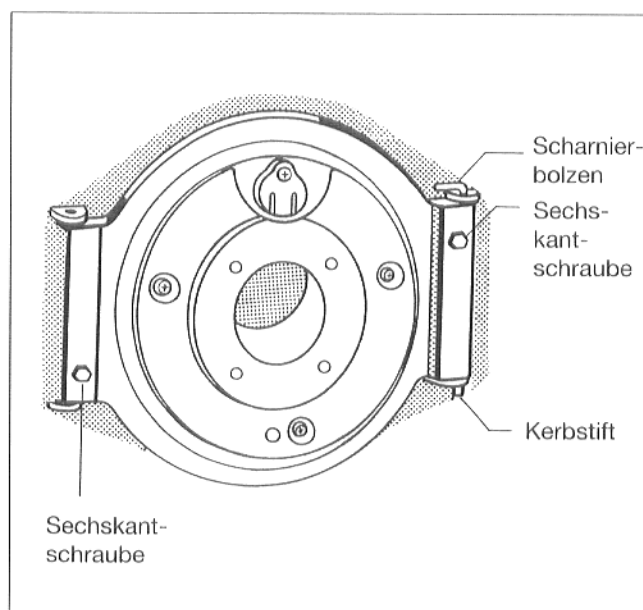

Abb. 27
- Tür öffnen und Scharnierbolzen herausziehen (Abb. 27).
- Kerbstift unten in der Brennertür von rechts nach links wechseln (Abb. 27).
- Brennertür schließen und mit Sechskantschrauben verschrauben – Anzugsmoment 10 max. 15 Nm (Abb. 27).